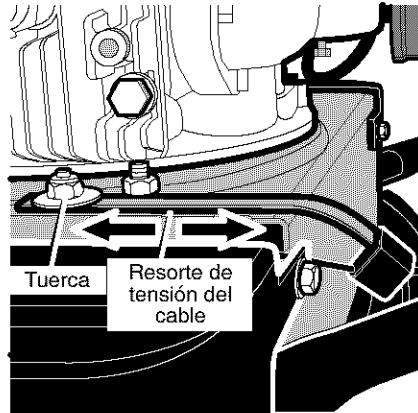

Figura 14
1. Afloje la **tuerca** que sujeta el **resorte de tensión del cable**. (Vea la Figura 14).